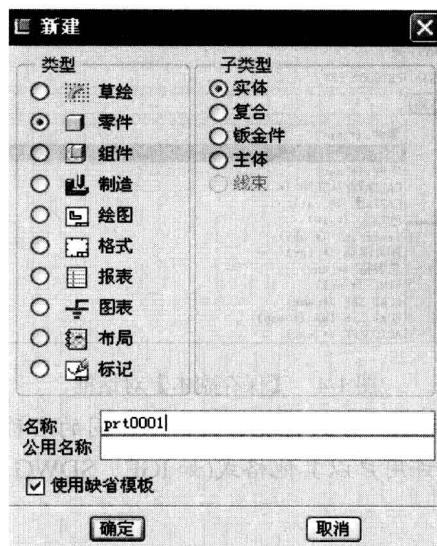

图 1-3 【新建】对话框
- (1) 在工具栏中点击“**新建**”或在菜单中点击【文件】→【新建】，打开【新建】对话框，如图 1-3 所示。
- (2) 选取要创建的文件类型。下面简单介绍本书中用到的几种文件类型。
(3) 在【名称】文本框中键入文件名或使用缺省名。
(4) 点击【新建】对话框中的“**确定**”按钮，新建文件打开，且缺省的基准平面会显示在主窗口中。系统会为所选的文件类型配置菜单和选项。